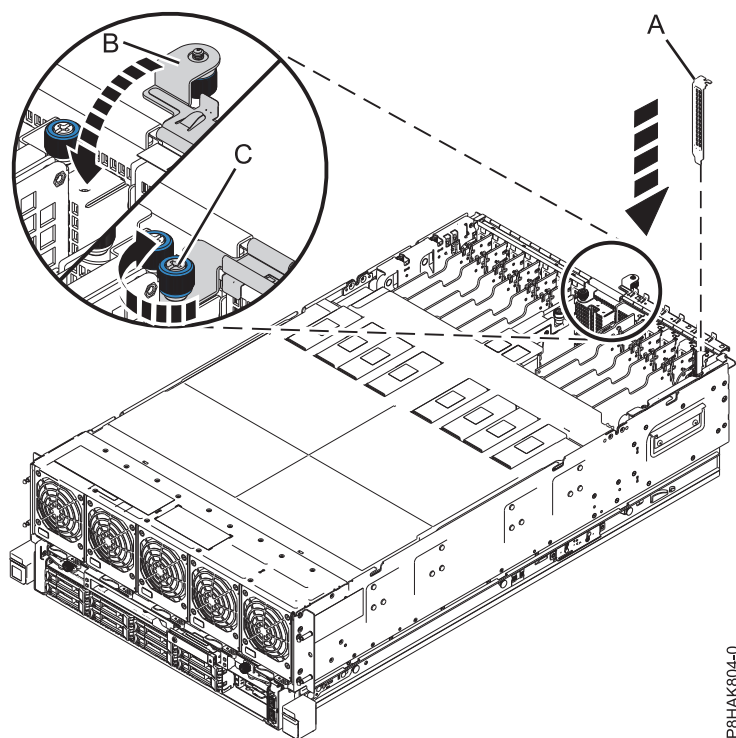

Figura 16. Instalar um preenchimento numa ranhura de um adaptador PCIe num sistema 8408-44E ou 8408-E8E
- a. Segure cuidadosamente no contraponto do preenchimento e alinhe o preenchimento com a ranhura e o respectivo conector no painel posterior do sistema, consulte (A) em Figura 16 na página 26.
- c. Feche a calha de retenção de E/S através da rotação da mesma para baixo, na direcção do sistema (B). Consulte Figura 16 na página 26.
- d. Aperte o parafuso de aperto manual fixo (C) da calha de retenção de E/S, conforme demonstrado em Figura 16 na página 26.